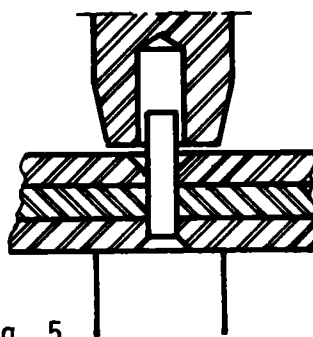

Fig. 5
- b Apriete las piezas usando un embutidor (fig. 5).